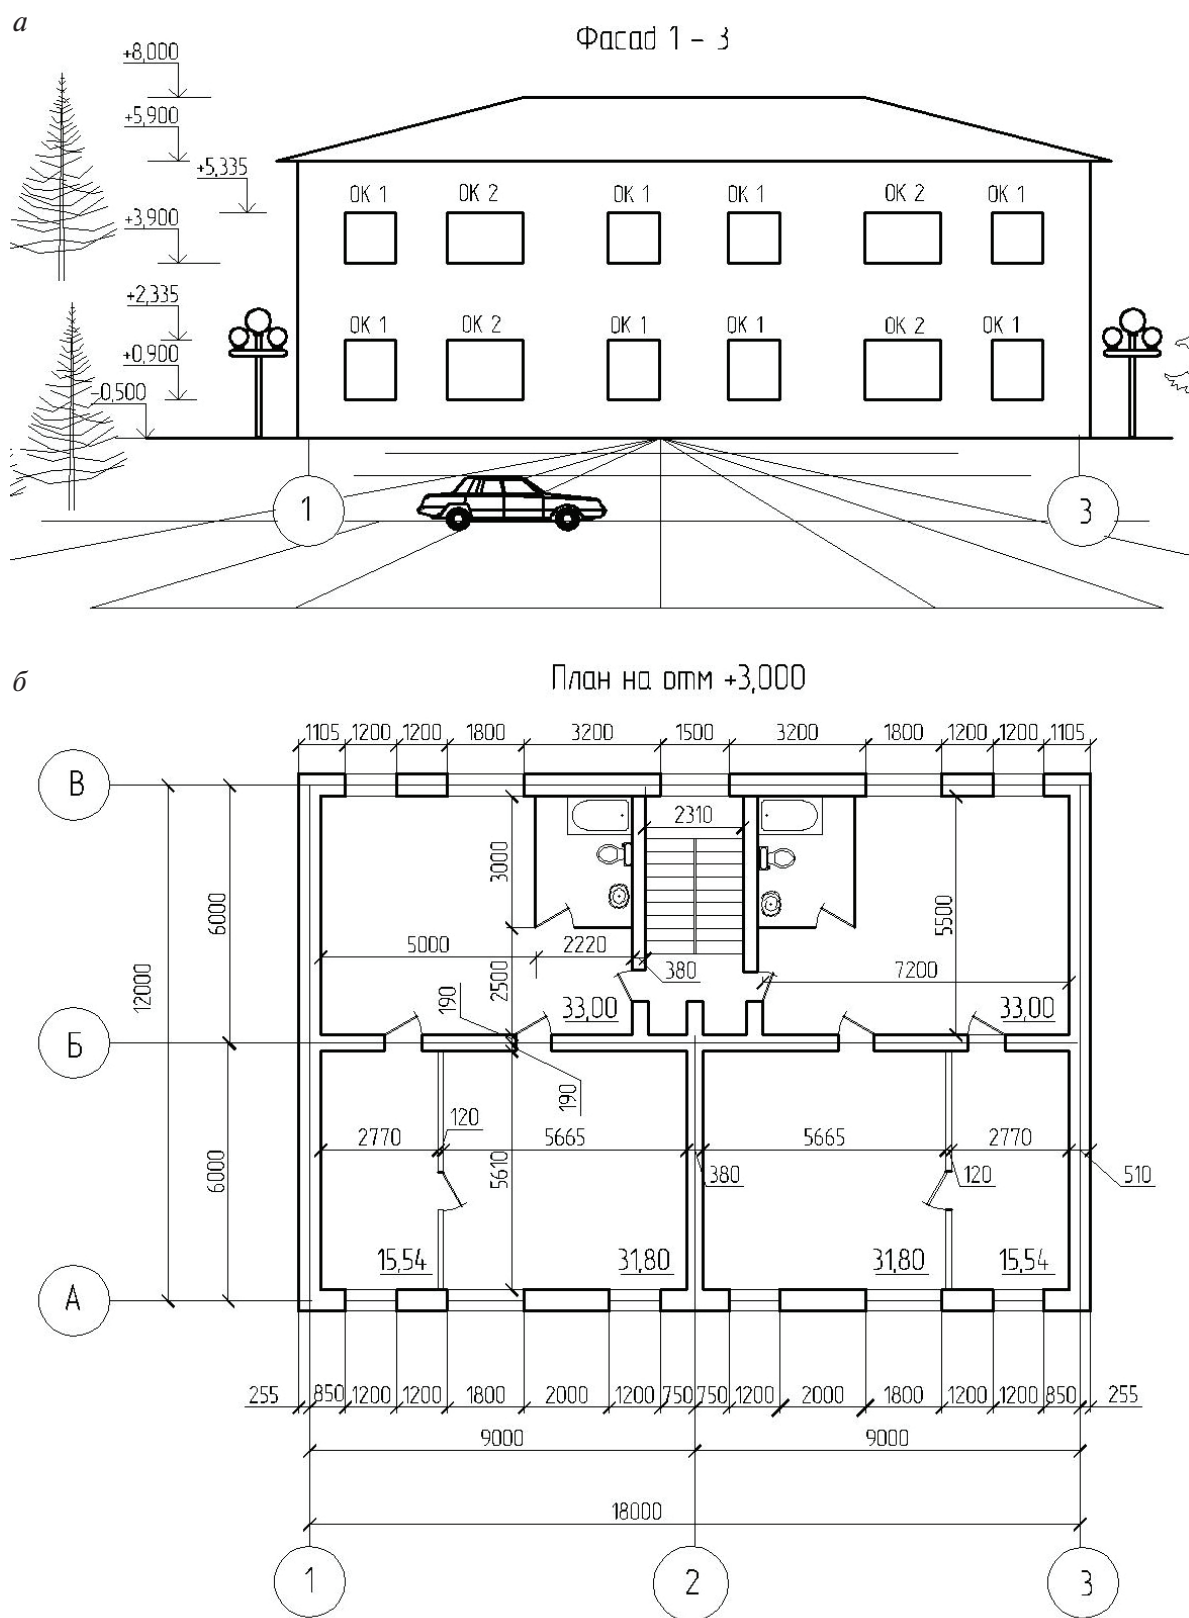
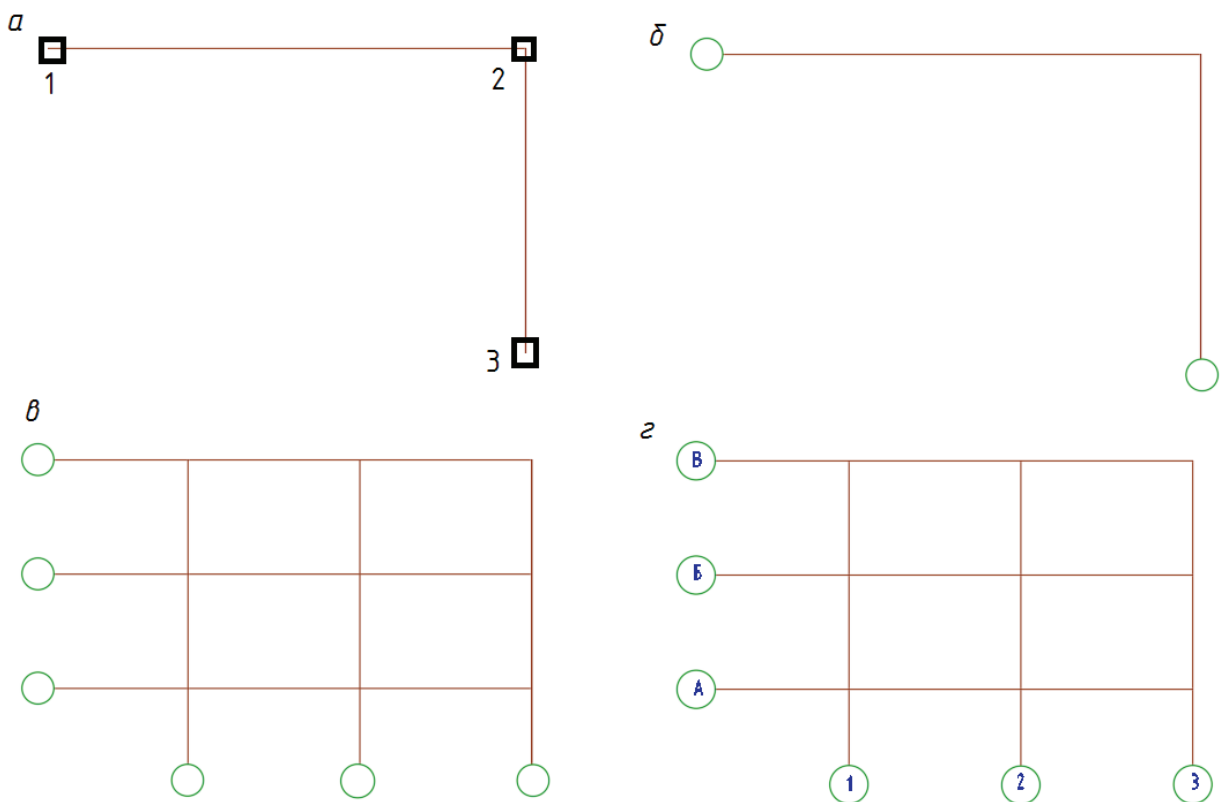

Рис. 2.6.1. Архитектурно-строительный чертеж здания:
Рис. 2.6.2. Формирование сетки координационных осей:
Строительными чертежами называют чертежи, содержащие проекционные изображения строительных объектов или их частей и другие данные, необходимые для их возведения, а также для изготовления строительных изделий и конструкций (рис. 2.6.1).
Координационные оси наносят тонкими штрихпунктирными линиями с длинными штрихами и обозначают арабскими цифрами и прописными буквами русского алфавита в кружках диаметром 6–12 мм на листе (рис. 2.6.2). Сначала вычертим координационные оси В (отрезок 1–2) и 3 (отрезок 2–3) в масштабе 1:1 (рис. 2.6.2, а). Длины осей сделаем **больше габаритных размеров здания на 4000 мм** для возможности формирования трех внешних параллельных цепочек размеров.
курсором укажите любую точку чертежа. Это точка 1 (рис. 2.6.2, а).
Построена точка 2 (рис. 2.6.2, а).
Текущий слой **Тонкая**. Лента → Главная → Рисование → Круг  **две точки** . Для построения круга нужно задать две точки на диаметре (см. рис. 2.6.2, б).
курсором укажите точку 1 (см. рис. 2.6.2, а).
**КРУГ** Вторая конечная точка диаметра круга: укажите направление влево и введите 2000 (см. рис. 2.6.2, б).
Аналогично начертите **Круг** в точке 3 (см. рис. 2.6.2, а и 2.6.2, б)
Копируем координационные оси с кружками на конце, располагая их влево через 9 000 мм и 18 000 мм, а вниз через 6 000 мм и 12 000 мм (рис. 2.6.2, в), в соответствии с планом здания (рис. 2.6.1).
Командой **Текст** однострочный поставим в кружках марки осей (рис. 2.6.2, г)